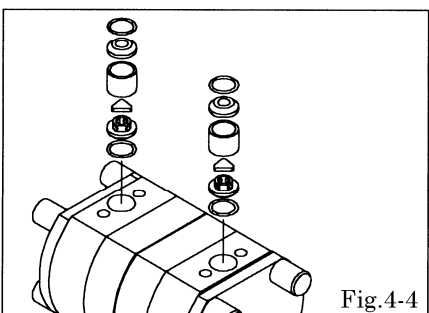

Fig.4-4
- ・Oリング、バルブシート、ボールまたはフラットバルブ、バルブガイド、バルブ受けを取り外す。〔Fig.4-4〕